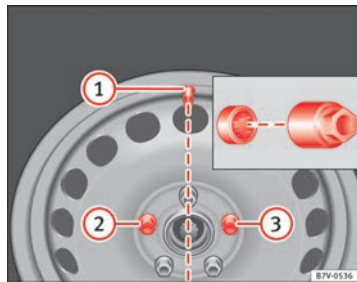

Fig. 184 Cambio di una ruota: Valvola dello pneumatico ① e posizione del bullone antifurto ② o ③.
Prima di posizionare il copricerchio integrale, verificare che la vite antifurto della ruota sia avvitata in posizione ⇒ fig. 184 ② o ③. In caso contrario, non sarà possibile montare il copricerchio integrale.
Premere il copricerchio integrale contro il cerchio in modo che il foro della valvola coincida con la valvola dello pneumatico ⇒ fig. 184 ①. Assicurarsi che il copricerchio sia incastrato correttamente lungo tutta la circonferenza. ■
Nelle ruote dotate di coprimozzo integrale, verificare che il bullone antifurto della ruota sia avvitato in posizione ⇒ **fig. 184** ② o ③. In caso contrario, non sarà possibile montare il copricerchio integrale.
- Avvitare il bullone antifurto della ruota con l'adattatore in posizione ⇒ **fig. 184** ② o ③ in senso orario e serrarlo leggermente.